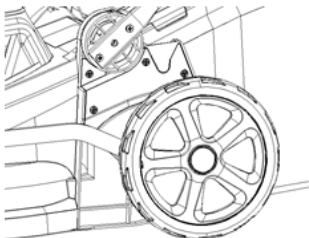

Fig.2A
1) Fixați mânerul inferior în corpul mașinii Fig. 2A,/Fig.2B.